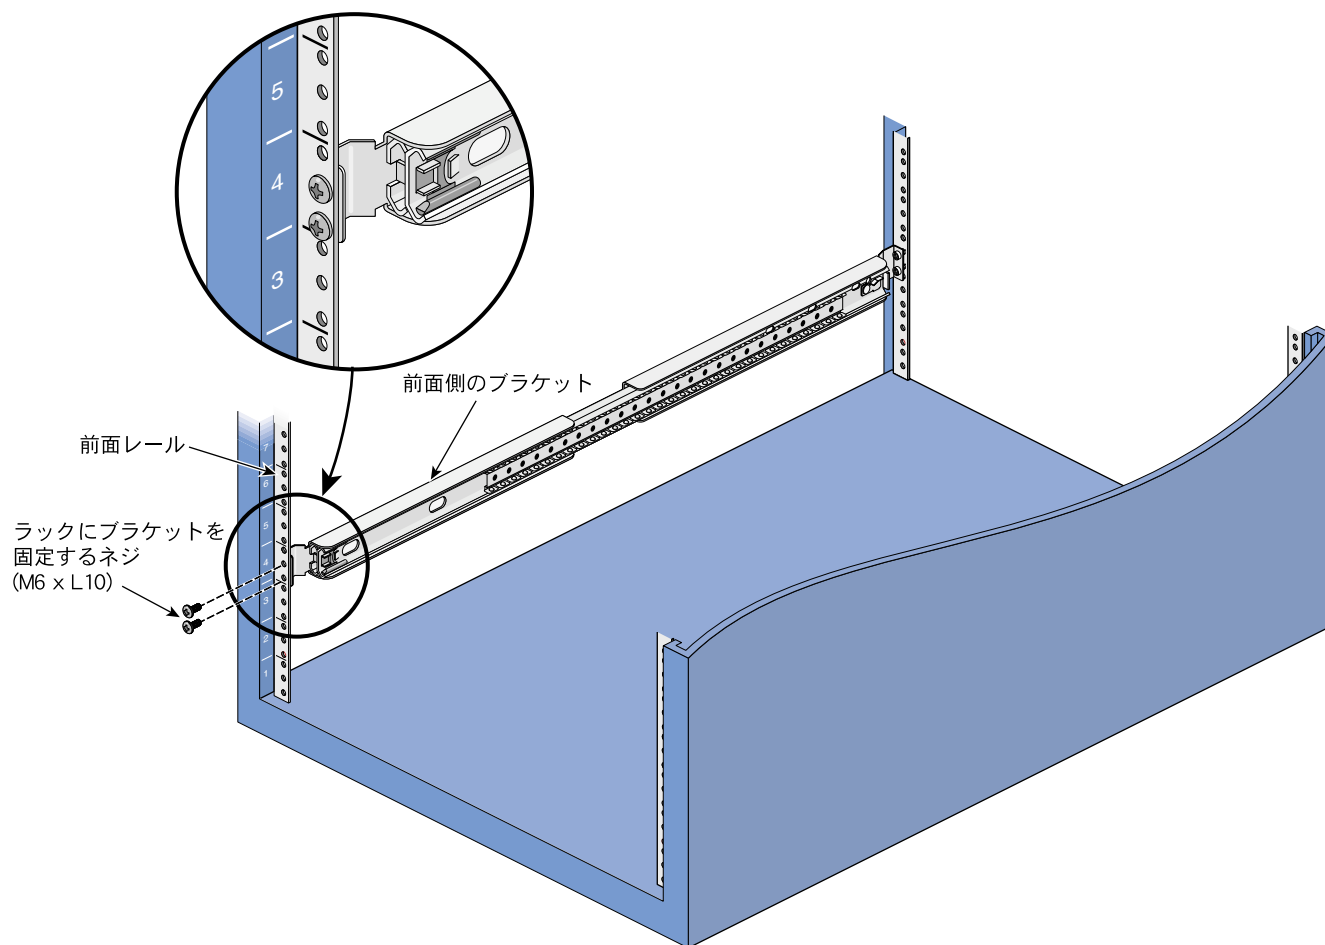

図 2-5 スライドブラケットを前面ラックレールに固定する
2. 2つの M6xL10 ネジ（表 2-2 参照）を使って、ブラケットをラックレールに固定します（図 2-5 参照）。